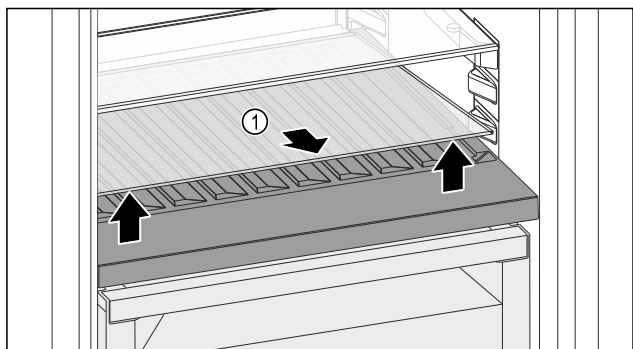

Fig. 224
- Podignite staklenu ploču Fig. 224 (1) na otvoru sprijeda i izvadite je.
- Čuvajte staklenu ploču Fig. 224 (1) na sigurnom izvan uređaja.
- Uložite staklenu ploču (2) ispod promjenjive police za boce.